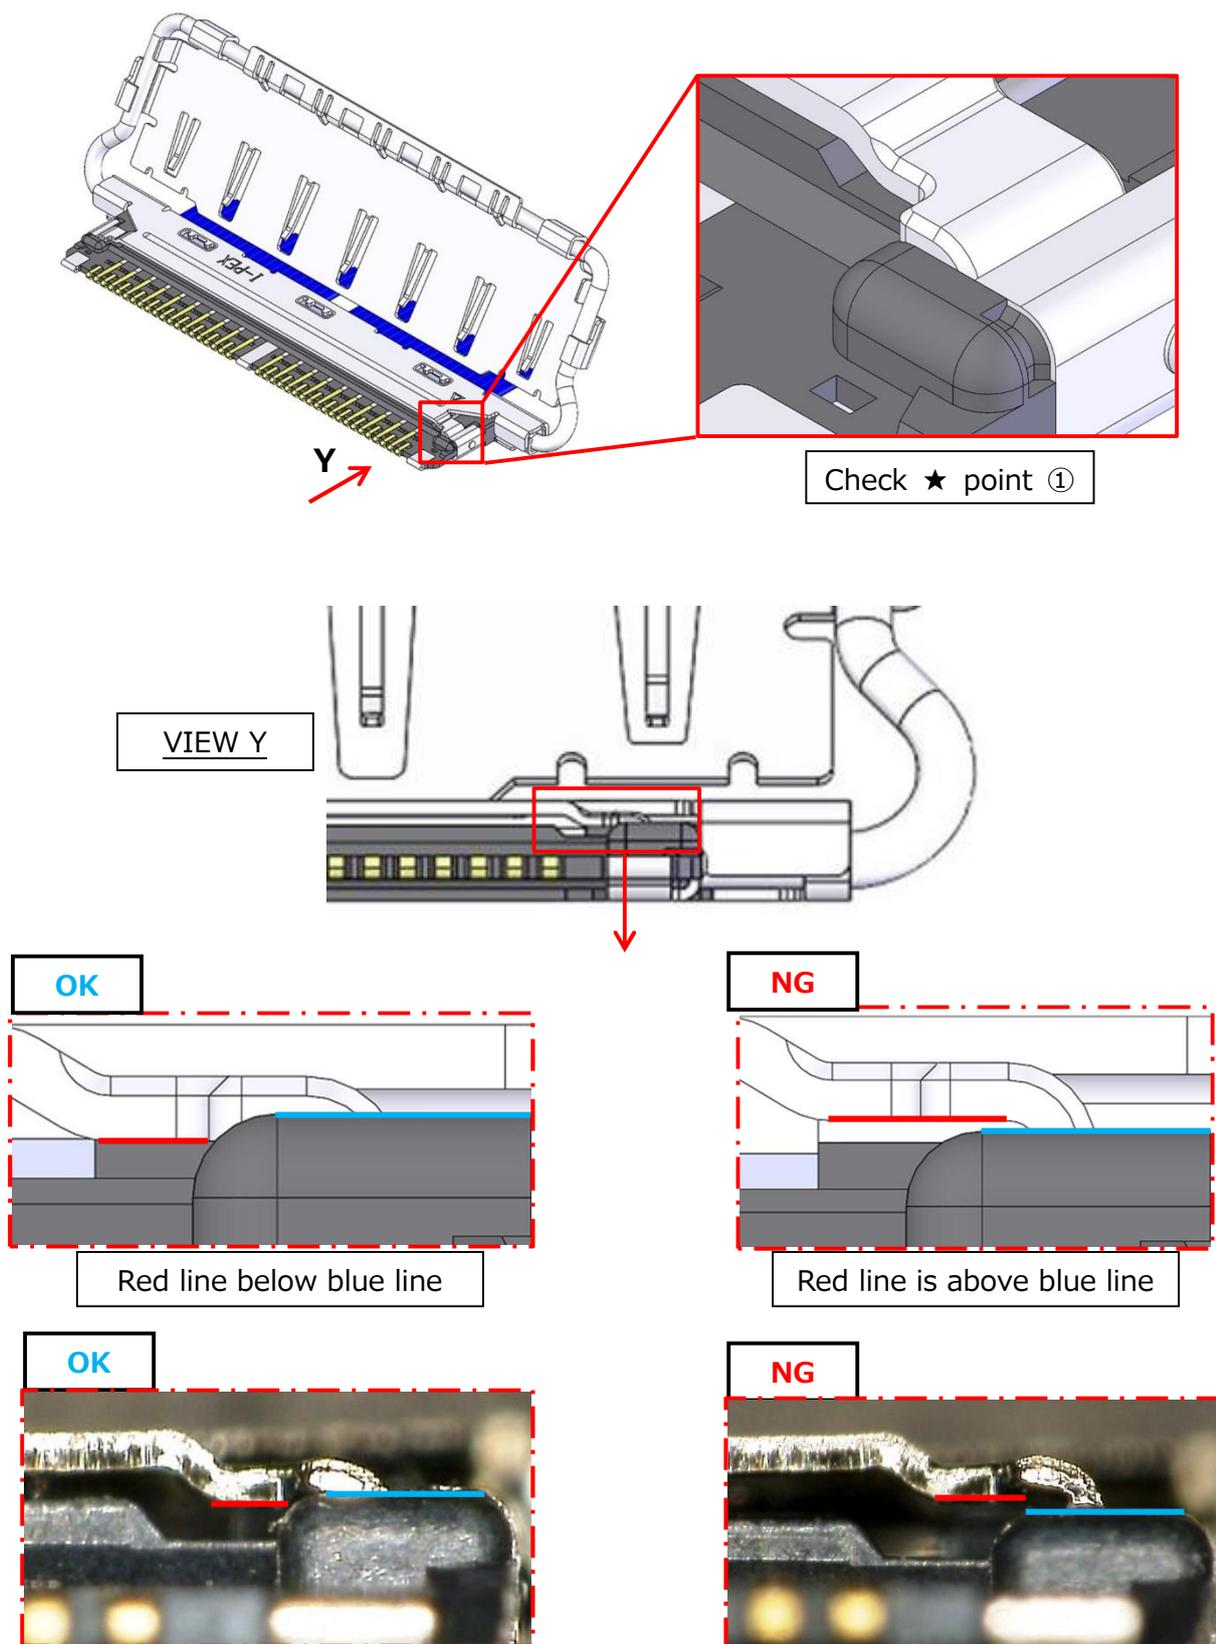

Fig.10 Confirm whether SHELL-A
※★ point ①(Fig.10)は、コネクタを正面から見て以下のように確認して下さい。